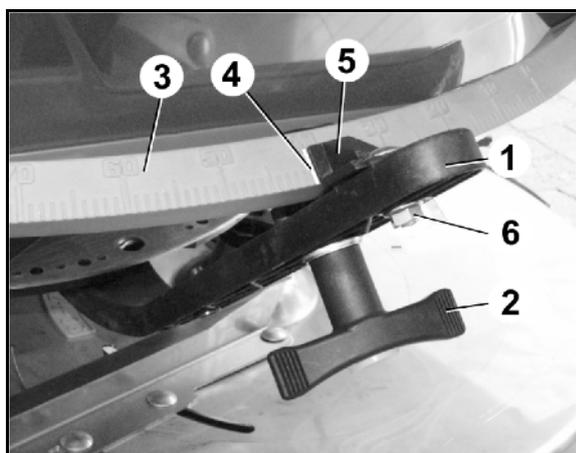

図 84
2. ドージングシャッターを設定レバー (図 84/1) で開きます。
4. 設定レバーを目盛り (図 84/3) でピンのストッパーに当たるまで回転させます。
5. 設定レバーを回転ハンドル (図 84/2) で固定します。
6. 六角ねじ (図 84/6) を緩めます。表示器 (図 84/5) を目盛り値「8」に合わせ、六角ねじで固定します。表示器の読み取りエッジは (図 84/4) です。